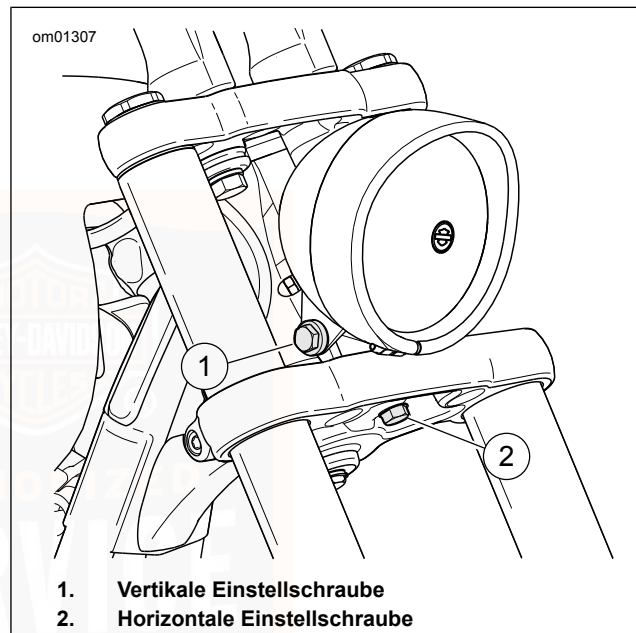

Abbildung 78. Scheinwerfereinstellung
2. Siehe Abbildung 78. Die horizontale Ausrichtung des Scheinwerfers einstellen.
- a. Die horizontale Einstellschraube (2) lockern. Den Scheinwerfer horizontal ausrichten, bis der Lichtstrahl gerade nach vorne zeigt.
2. Siehe Abbildung 78. Die vertikale Ausrichtung des Scheinwerfers einstellen.
- a. Die vertikale Einstellschraube (1) lockern. Den Scheinwerfer vertikal so weit neigen, bis der Strahl auf der Mitte der horizontalen Linie liegt.
- b. Die vertikale Einstellschraube (1) anziehen: